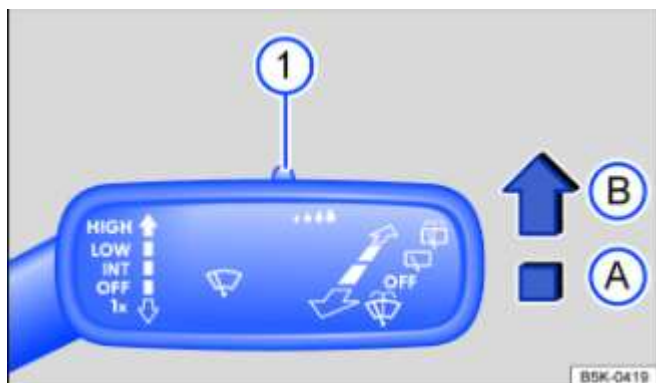

Fig. 90 À droite sur la colonne de direction : levier d'essuie-glace
Poussez le levier dans la position souhaitée → Fig. 90 :
Il est possible de régler manuellement la sensibilité du détecteur de pluie et de luminosité à l'aide de la commande intégrée au levier d'essuie-glace → Fig. 90 (1) → Détecteur de pluie et de luminosité.